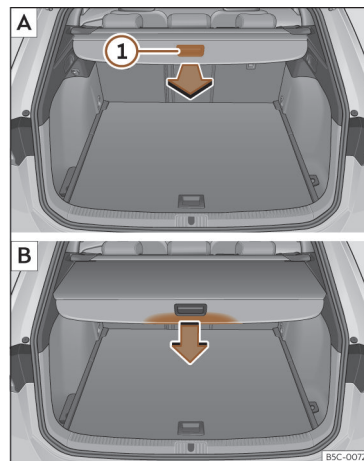

Fig. 175 Na bagageira: desenrolar e enrolar a chapeleira.
● Puxe uniformemente a chapeleira pela pega >>> **Fig. 175** ① para trás e retire-a até ao limite até ouvir o som de encaixe.
● Pressione a pega da chapeleira no sentido da seta até desbloqueá-la >>> **Fig. 175** B.